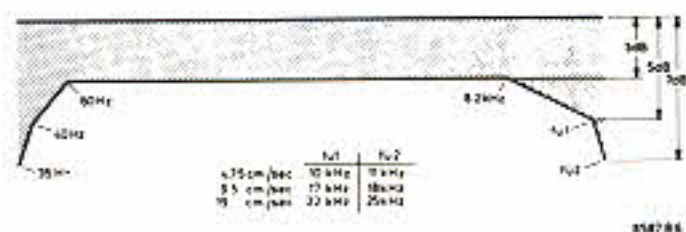

Abb. 18
- Der gemessene Frequenzgang (gegenüber dem 333 Hz -Pegel) soll innerhalb der Kurve in Abb. 18 liegen.
- Ebenso kann man bei $9,5\text{ cm/s}$ den Frequenzgang messen. Die höchsten Frequenzen sollen in diesem Fall 17 kHz und 18 kHz betragen (siehe Abb. 18). Bei Geschwindigkeit $4,75\text{ cm/s}$ ist die Ausgangsspannung auf $0,05\text{ V}$ (-26 dB) zu verringern. Der Frequenzgang soll im Bereich 35 Hz - 11 kHz innerhalb 7 dB liegen.